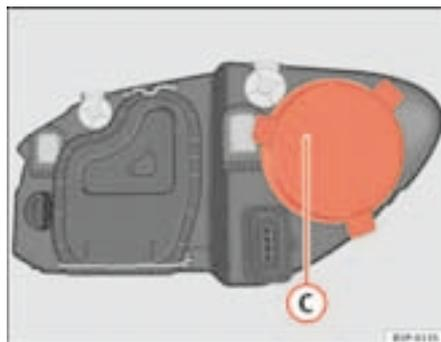

Fig. 163 Luz de carretera
- Retire la tapa ⇒ fig. 163 ③ tirando de la misma.